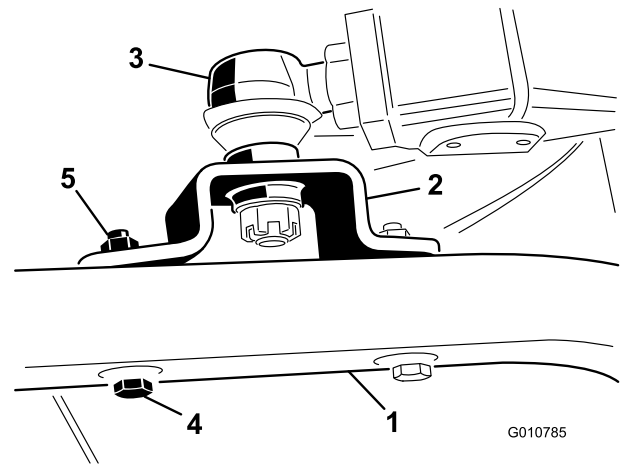

Figura 6
4. Sujete los soportes de las articulaciones esféricas a los brazos de las ruedas giratorias con 2 tornillos de caperuza (7/16 x 3 pulg.) y tuercas con arandela prensada (7/16 pulg.) (Figura 6).
5. Apriete la contratuerca grande que sujeta la articulación esférica al brazo de empuje (Figura 6).